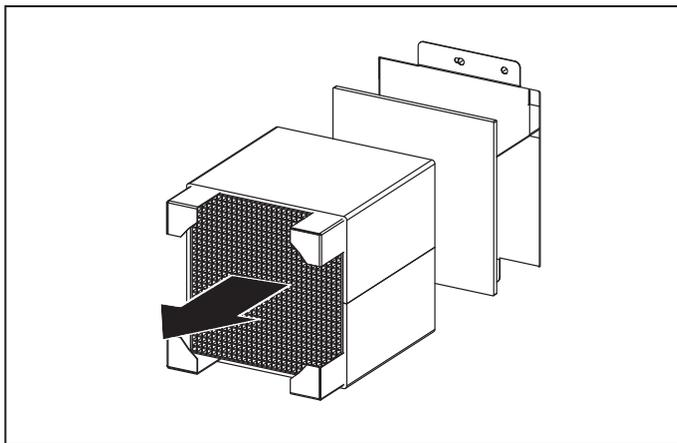

Abb. 17. Entfernung des Wärmetauschers
- Ziehen Sie den Wärmetauscher und das Filter aus dem Teleskopkanal anhand der Zugschnur vorsichtig heraus. Lassen Sie den Wärmetauscher nicht fallen, Abb. 17.